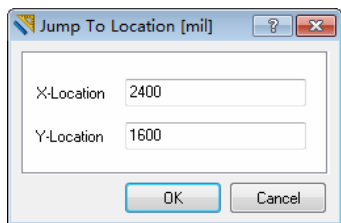
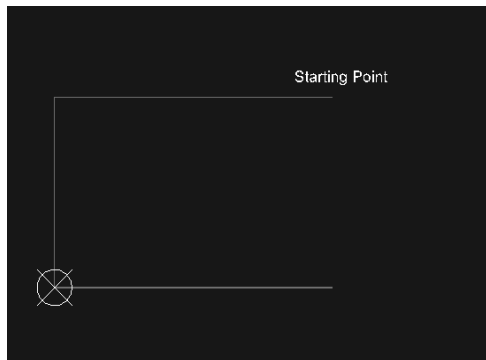
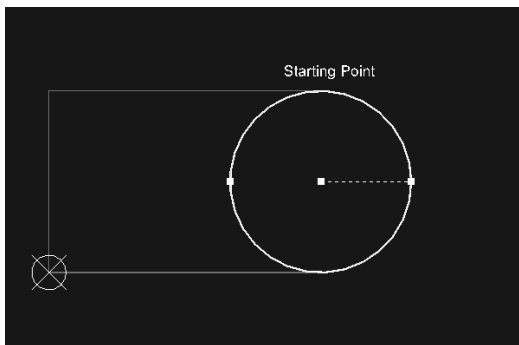

图 11-4 跳转位置对话框
图 11-5 绘制板形 1
图 11-6 绘制板形 2
- (1) 在 Board_Shape.PrjPCB 工程中添加一个新 PCB 文档 “Board_Shape_with_Keyboard.PcbDoc”。
- (2) 单击板层标签 Mechanical 1 切换到机械层 1。
- (3) 如果当前度量单位不是英制，按 Q 键切换到英制单位 mil。
- (4) 按下 G 键，将栅格大小设为 10mil。
- (5) 执行菜单命令 Edit >> Origin >> Set，光标变为十字形，移动光标到编辑窗口适当位置，单击鼠标左键，即将单击处设为自定义的原点，且用符号 $\otimes$ 标记，此时可以看到状态栏的 X 和 Y 坐标都变为 0mil。
- (6) 使用快捷键 P+L 进入放置直线状态，光标变为十字形。
- (7) 使用快捷键 J+L，弹出跳转位置对话框，在 X-Location 文本框中输入 2400，按 Tab 键，输入焦点移到 Y-Location 文本框，在其中输入 1600，如图 11-4 所示。按 Enter 键后，对话框关闭，光标跳转到坐标(2400, 1600)处，再次按 Enter 键后，即可在此处固定第一个点，该点即为图 11-5 中 Starting Point 标注的点。
- (8) 再次使用快捷键 J+L，在弹出的对话框中输入新的坐标值(0, 1600)，按 Enter 键后，光标跳转到坐标(0, 1600)处，再次按 Enter 键后，固定第二个点。
- (9) 使用快捷键 Ctrl+End，光标跳转到原点处，连续按 Enter 键两次，固定第三个点。
- (10) 再次使用快捷键 J+L，在弹出的对话框中输入新的坐标值(2400, 0)，按 Enter 键后，光标跳转到坐标(2400, 0)处，再次按 Enter 键后，固定第四个点。
- (11) 再次按 Enter 键，然后按 Esc 键，退出放置直线状态。所放置的部分如图 11-5 所示。下面开始画半圆形。
- (12) 按下快捷键 P+U 或者单击 Utilities 工具栏上的 $\frac{1}{2}$ 按钮，在弹出的子工具栏中选择 $\frac{1}{2}$ 按钮，光标变为十字形。
- (13) 使用快捷键 J+L，在弹出的对话框中输入新的坐标值(2400, 800)，按 Enter 键后，光标跳转到坐标(2400, 800)处，再次按 Enter 键后，固定圆心。
- (14) 再次使用快捷键 J+L，在弹出的对话框中输入新的坐标值(3200, 800)，按 Enter 键后，光标跳转到坐标(3200, 800)处，再次按 Enter 键后，确定半径。按 Esc 键退出放置状态，完成的部分图形如图 11-6 所示。